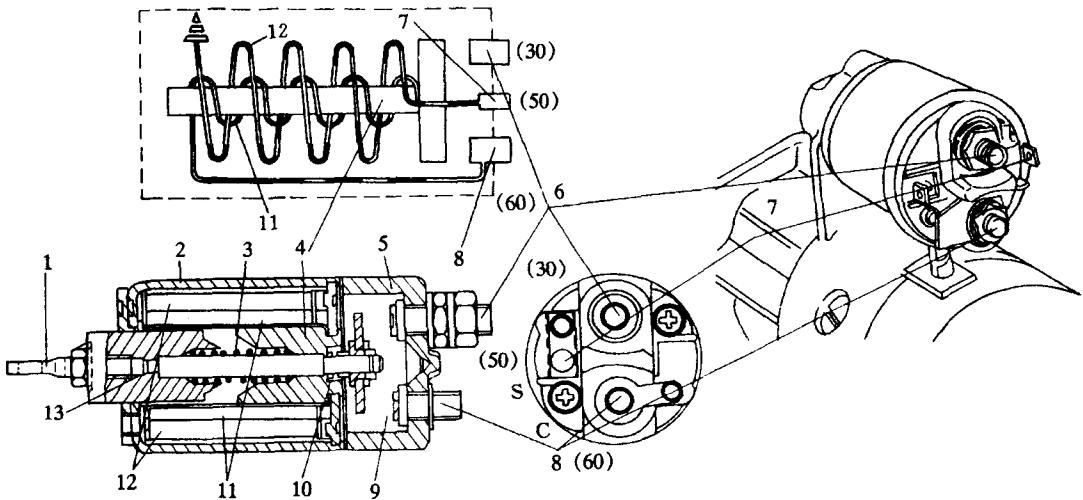

图 1-6 电磁开关的构造
③电磁开关的构造，如图 1-6 所示。电磁开关 9 中有吸拉(牵引)线圈 11 和滞留线圈 12，两个线圈有共同的接线柱(50)7，牵引线圈 11 的接线柱(60)8 与电动机相连，而滞留线圈 12 在开关内接地。另外，牵引线圈 11 和滞留线圈 12 磁力的大小不同，牵引线圈 11 大，用作吸引铁心 4，使滑动阀 13 右移，电磁开关触点使接线柱(30)与(60)相通，因牵引线圈 11 两端内压相等，使牵引线圈 11 磁力消退，失去对铁心的吸引。为防止这种现象的发生，滞留线圈 12 的作用是仍能保持对铁心 4 的吸引力。